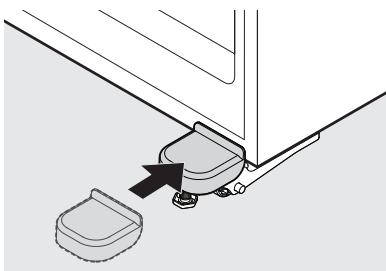

Figura 8
18. Vuelva a instalar la cubierta de la bisagra doblando con cuidado las lengüetas de la cubierta hacia fuera, mientras desliza la cubierta sobre la bisagra hasta que enganche en su lugar con un chasquido (algunos modelos, vea la figura 8).